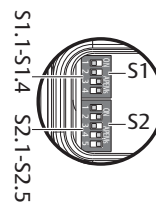

Bild 5: DIP-brytare S2
2. Ställ DIP-brytaren S2.5 i önskat läge. Se → Bild 5.